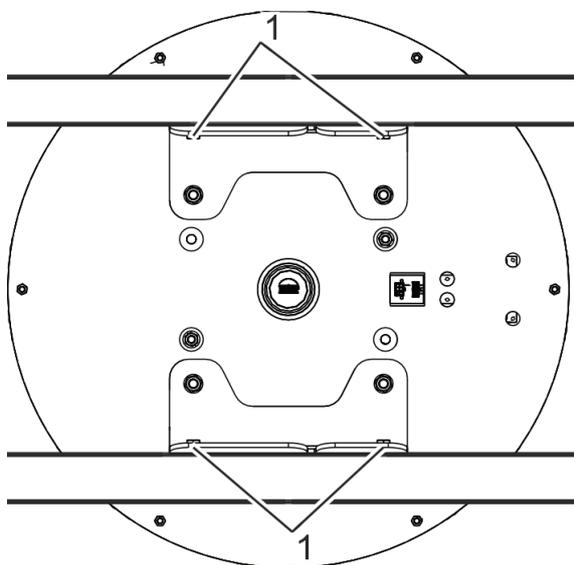

Рис. 90 Привод
20. Отвернуть крепежные винты (рис. 90/1) для привода на небольшое расстояние и опустить привод на фланец верхней крестовины.
21. Затянуть крепежные винты (рис. 90/1) привода.